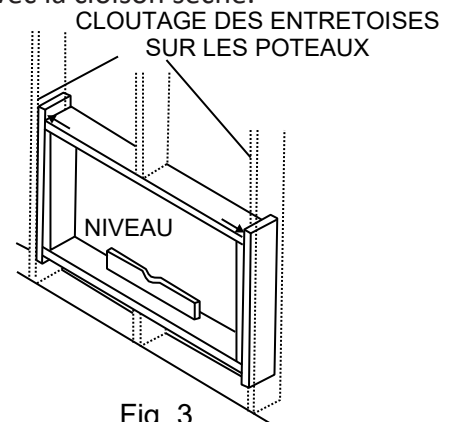

Fig. 3
2. Fixez le caisson avec des clous à maçonnerie, ou les vis d'ancrage à maçonnerie appropriées. (Vous pouvez également fixer le caisson en construisant un encadrement dans le mur de maçonnerie comme celui indiqué sur la figure 3 de l'étape 2 de la section Préparation du mur. Fixez le cadre au mur de maçonnerie de manière sécurisée. Cette option permet de bien dégager les grilles d'aération de chaque côté du caisson.)